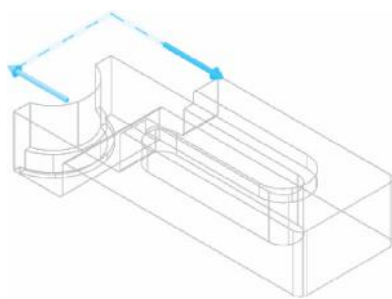

图 5-26 选择 U 形轮廓为加工对象
1) 选择【刀路】/【外形】命令,系统弹出【线框串连】对话框,选择刚生成的 U 形轮廓,如图 5-26 所示,单击【确定】按钮 。需要注意此时箭头的方向,对应的刀具补偿为左补偿。